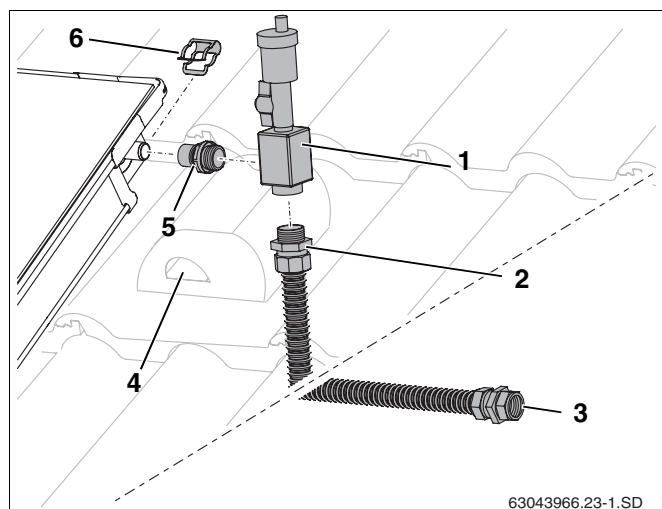

Abb. 58 Entlüfter montieren
- Nippel (Abb. 58, **Pos. 5**) und Anschlussrohr (Abb. 58, **Pos. 2**) in Lufttopf festschrauben (O-Ring-Dichtung).
- Lufttopf (Abb. 58, **Pos. 1**) mit Nippel auf Kollektoranschluss schieben und mit Klammer (Abb. 58, **Pos. 6**) sichern.
- Anschlussrohr zusammen mit dem Fühlerkabel durch die Entlüftungspanne (Abb. 58, **Pos. 4**) und durch die Dachisolierung führen.
- Sammelleitung an die Klemmringverschraubung (Abb. 58, **Pos. 3**) anschließen.